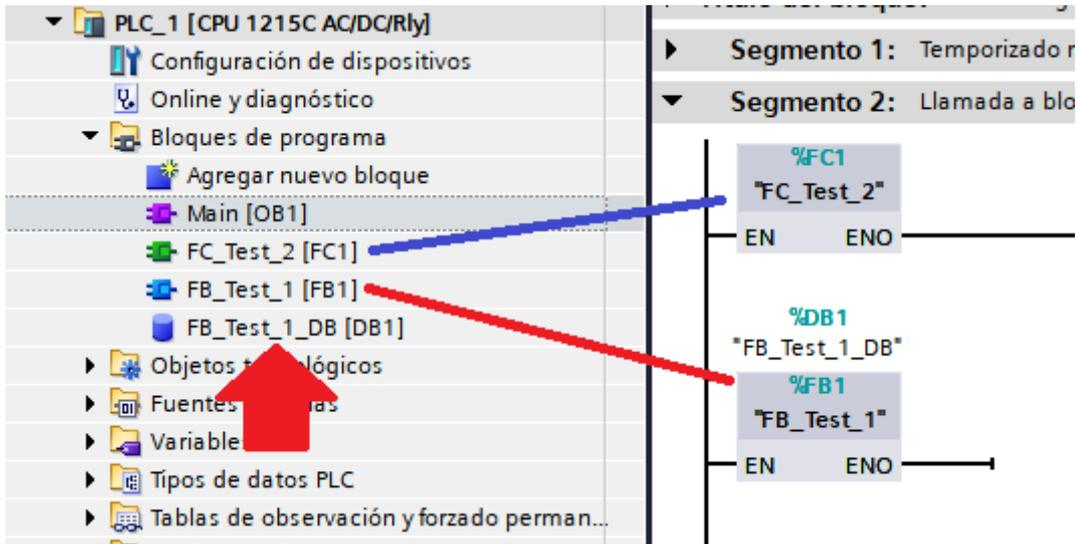

Figura 23. Llamada a bloques de tipo FC y FB desde el OB1 (bloque Main).
- **Bloques de función (FB):** Bloques que depositan sus valores de forma permanente en bloques de datos (DB), de modo que siguen estando disponibles después de procesar el bloque, incluso en ciclos futuros. Se crea un DB por cada llamada (instancia) del FB (Figura 23, en color rojo).
- **Funciones (FC):** Bloques similares a los anteriores pero sin memoria asociada. Pensados para pasar argumentos como entradas obtener salidas como resultado del procesado del bloque, sin almacenamiento de las mismas ni de valores intermedios (Figura 23, color azul).
Una vez que se ha creado un nuevo bloque se puede ejecutar incluyéndolo en un segmento del OB1 (Main), tal y como se ve en la Figura 23. Dicha ejecución se podrá controlar selectivamente mediante la señal de **entrada EN** (Enable) de cada bloque. Si un bloque está activo podrá a 1 su **salida ENO** (Enable Output).